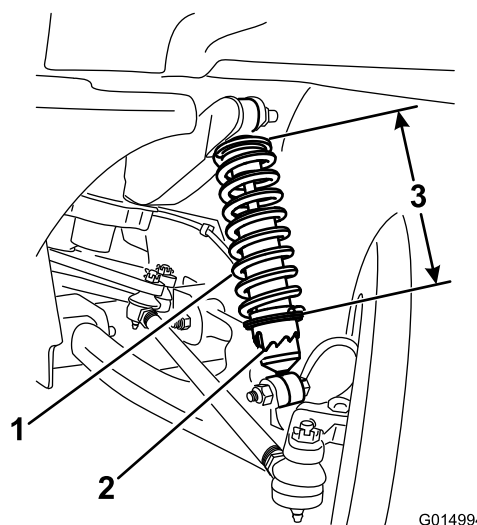

Figura 42
3. Utilizando a ferramenta Toro 6010, rode o anel no amortecedor para alterar o comprimento da mola (Figura 42).